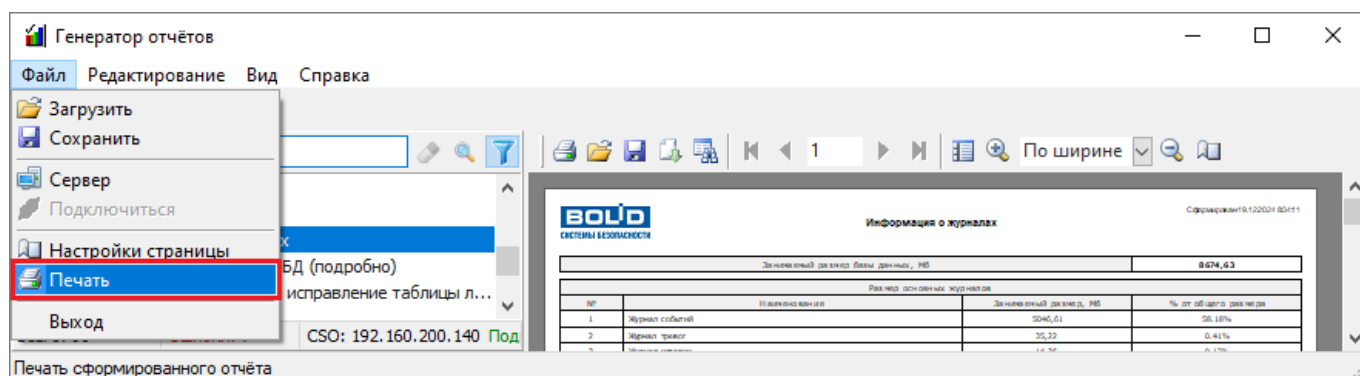

Рисунок 10-328 Печать отчета через меню "Файл"
- выберите в меню «Файл» (см. п. 10.5.1.1) пункт « Печать» (см. Рисунок 10-328);